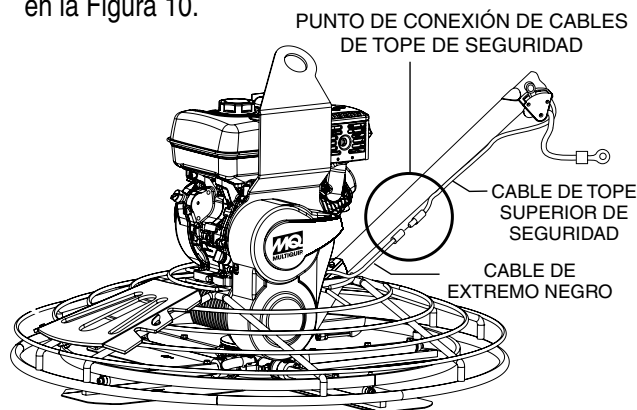

Figura 10. Cable superior de conexión del interruptor de parada de seguridad
1. Conecte el cable de extremo negro desde el motor hasta el cable de parada de seguridad **superior** negro del interruptor de parada centrífugo, como se muestra en la Figura 10.